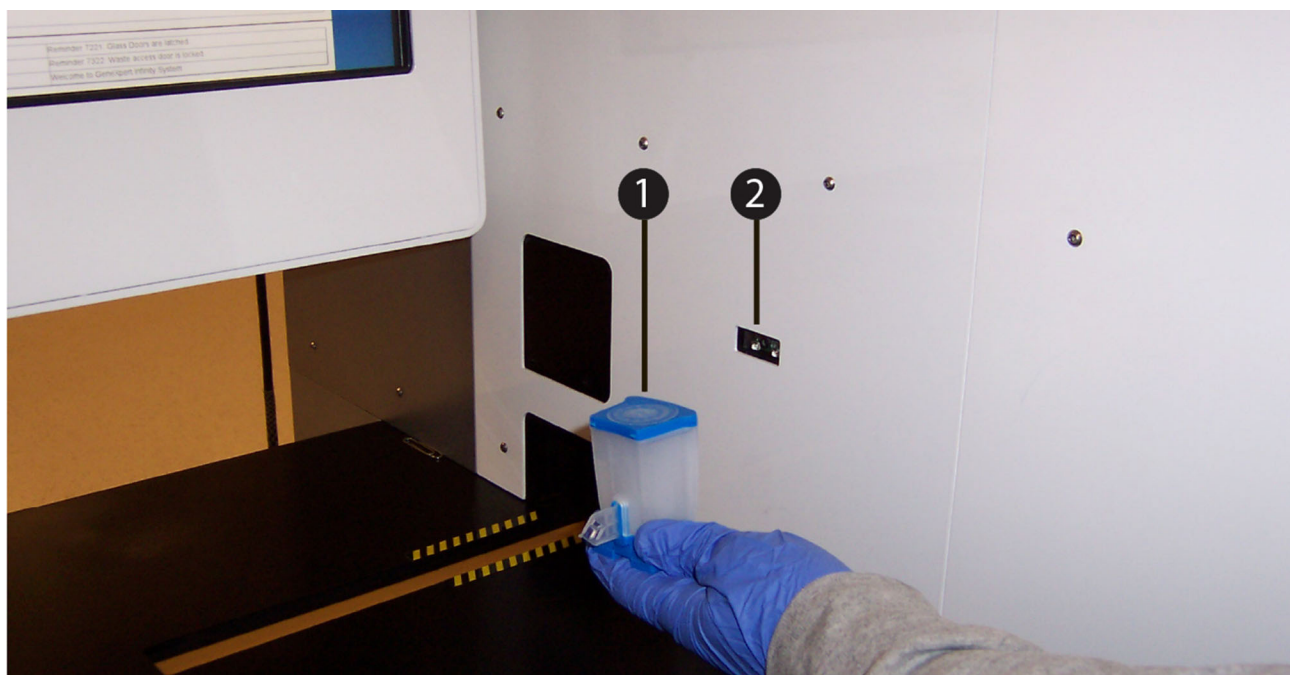

图 5-205. 使用自助服务终端条形码扫描器扫描反应盒条形码
3. 如图 5-205所示，使用自助服务终端条形码扫描器 (2)扫描检测盒条形码 (1)。GeneXpert Infinity system 将查询 Cepheid Link 系统以确认申请存在于系统中。如果申请存在，申请将被下载到GeneXpert Infinity system。